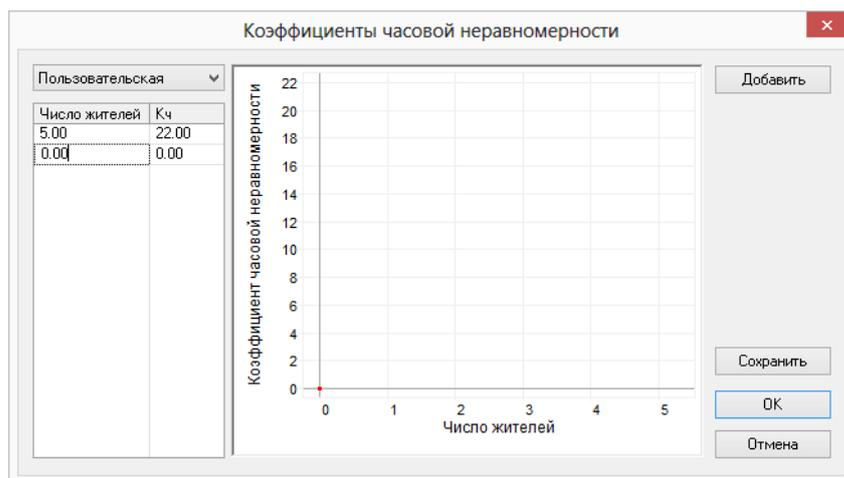

Рисунок 20.32. Добавление пользовательских значений
4. В ячейки Число жителей и Кч введите пользовательские значения. Нажмите стрелку вниз для добавления новой строки. Рисунок 20.32, «Добавление пользовательских значений»